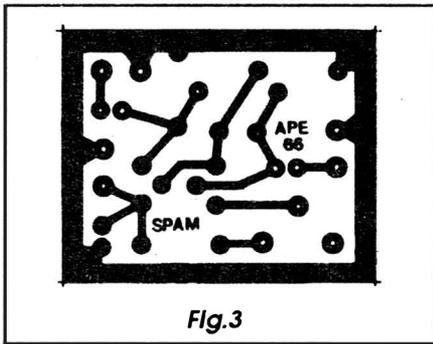

Fig.3
**- FIG. 3 - LAY OUT DO CIRCUITO IMPRESSO ESPECÍFICO** - O lado cobreado da plaquinha, em tamanho natural, mostra (como é convencional, aqui em